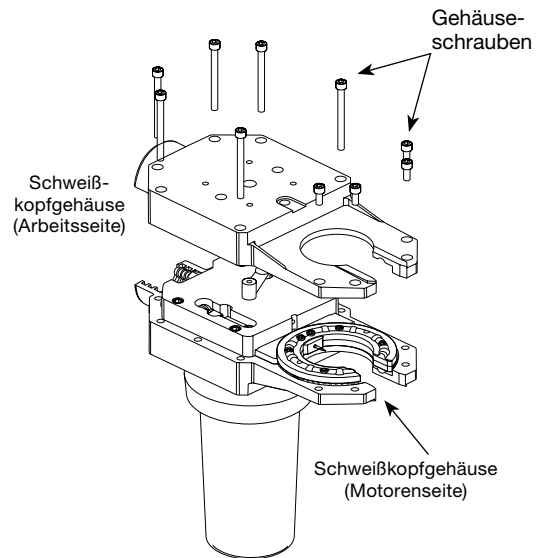

Abbildung 32 Entfernen der Sicherungsringschraube des Schweißkopfgehäuses
Die Sicherungsringschraube des Schweißkopfgehäuses vorsichtig hin- und her kippen und von der Motorenhälfte entfernen. Siehe Abbildung 32.
6. Die Schweißkopfgehäusehälften vorsichtig voneinander trennen, damit die internen Komponenten nicht beschädigt werden. Siehe Abbildung 32.